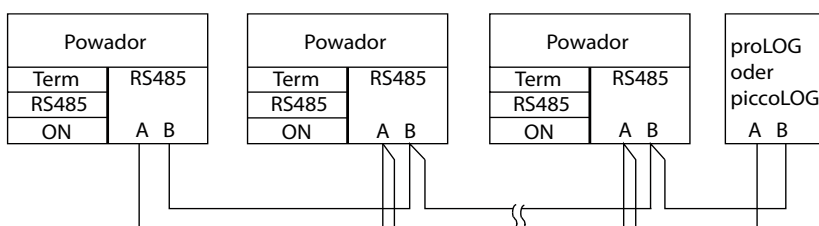

Bild 18: Anschlussschema der RS485-Schnittstelle
- Ader B (+) mit Ader B (+) (siehe Bild 18 auf Seite 27)
7. Die Terminierung ist unabhängig von der verwendeten Verkabelung. Der Schalter befindet sich auf der Platine neben dem Anschlussblock. (Siehe Bild 18 auf Seite 27)